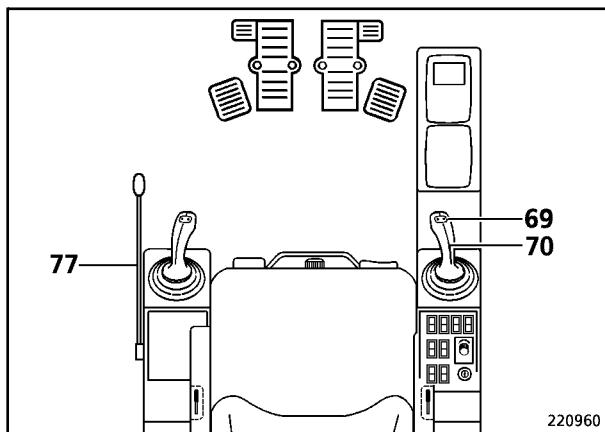

Fig. 2
- apretar la palanca de mando (70, Fig. 2) hacia la izquierda y mantenerla en esta posición,
- Oprimir el interruptor basculante "Girar cuchara" (69) hacia la derecha y hacia la izquierda,
- Poner el interruptor llave de la instalación eléctrica a la posición 0. Desconectar el servomando (77).